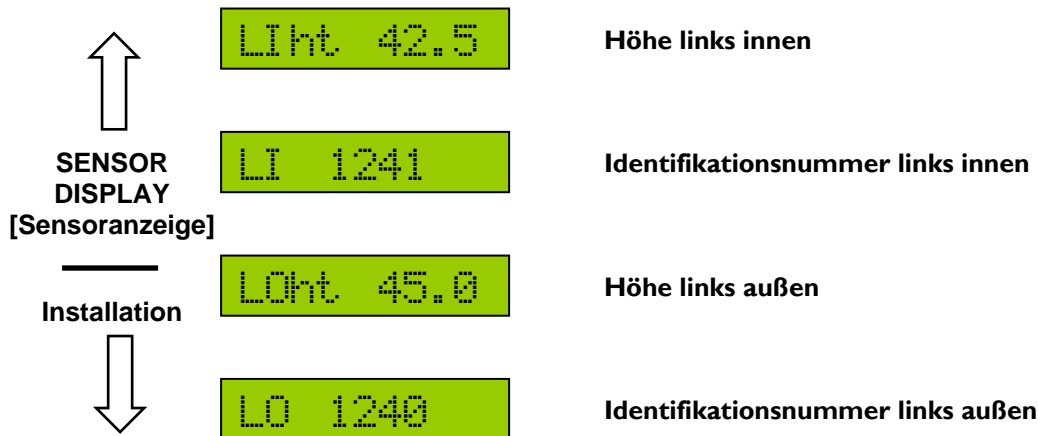

Abbildung 7: Sensorinstallationsmenü (für linken Kanal)
- Navigieren Sie zu der Sensorstelle, die Sie ändern möchten, z.B. „LO“ für den Sensor links außen. Dieser Bildschirm zeigt die früher installierte Sensoridentifikationsnummer (falls vorhanden) an, wie in **Abbildung 7** dargestellt.
- Navigieren Sie zur Stelle, die Sie gemessen haben, z. B. „Loht“ [Höhe links außen] für den linken Außensensor (**Abbildung 7**).
- Um zum Normalbedienbildschirm zurückzukehren, drücken Sie den Schalter „SETUP (NO)“ [Installation] oder „SENSOR DISPLAY“ [Sensoranzeige] und halten Sie ihn zwei Sekunden lang gedrückt.